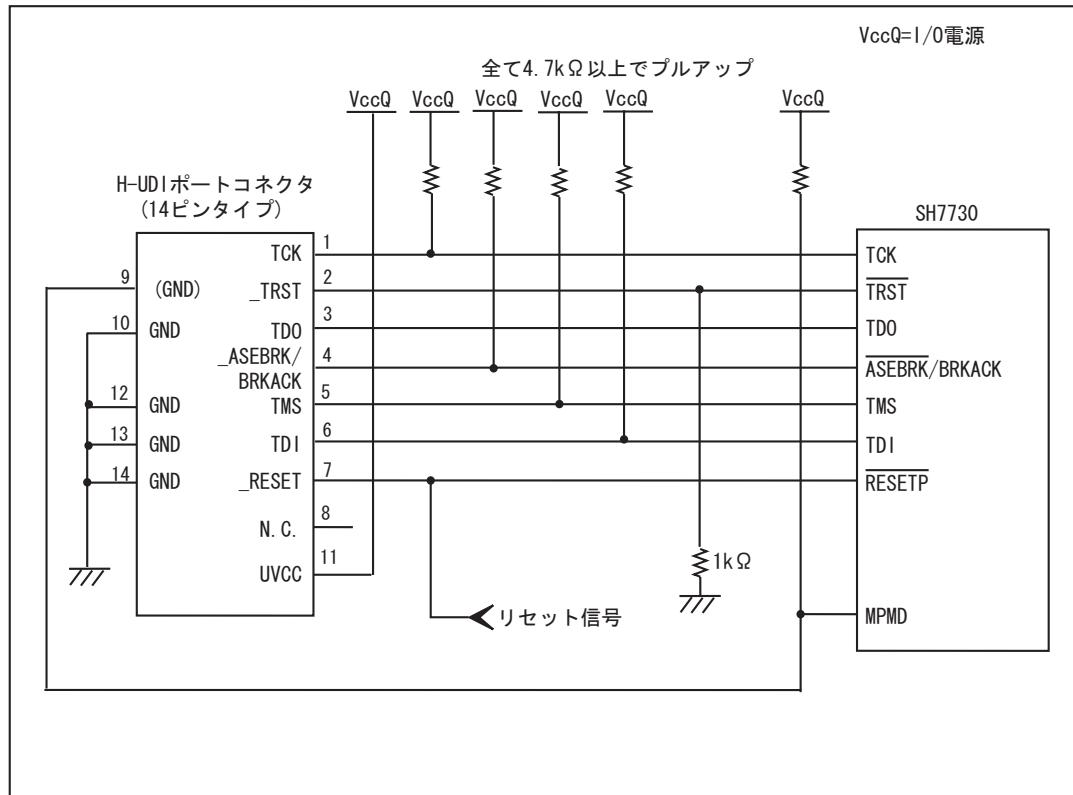

図 1.6 E10A-USB 使用時の H-UDI ポートコネクタ - チップ間の推奨接続例(14 ピンタイプ)
E10A-USB エミュレータ使用時の H-UDI ポートコネクタ(14 ピンタイプ)とチップ間の推奨接続例を図 1.6 に示します。
- 図 1.6 は、E10A-USB 接続時 "0"(GND 接続)になるように、E10A-USB のユーザインタフェースケーブルを接続した時、GND となる回路例です。
6. 図 1.6 に記載されている抵抗値は、参考値です。
- 図1.6の回路を組んだ場合のE10A-USB エミュレータのスイッチ設定：SW2=1, SW3=1